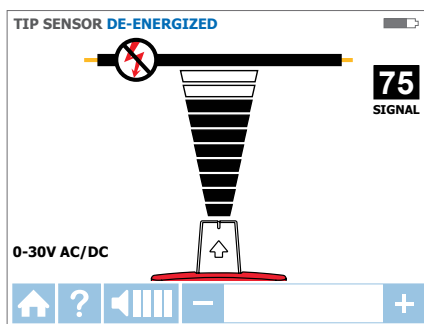

Figura 3.3c
2. Selecione o modo de SENSOR DE PONTA sem eletricidade usando as setas direcionais para selecionar este modo de funcionamento e prima o botão "ENTER" amarelo. O visor será apresentado tal como na Figura 3.3c